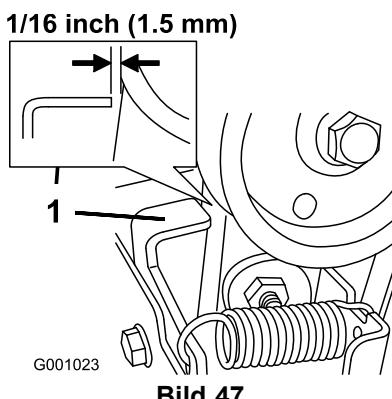

Bild 47
3. Kuppeln Sie den Räumwerk-/Gebläseradhebel aus und stellen Sie sicher, dass der Abstand zwischen der Räumwerkkuplung und der Lasche 1,5 mm beträgt (Bild 47).